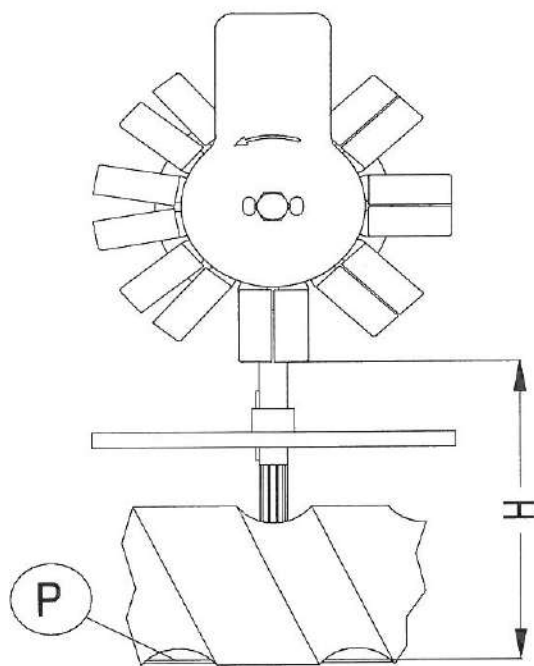

Figure 2
Mesurer matériellement (voir figures 2 , 3 et 4) la hauteur de chaque tourelle et contrôler qu'elle corresponde avec celle visualisée sur la fenêtre de dialogue.
La hauteur du distributeur de capsules est la distance qui existe entre le plan de travail **P** (par exemple le tapis de transport) et la partie inférieure du gobelet de distribution placé en position verticale (figure 2).
**La valeur en hauteur des tourelles pendant le réglage manuel correspond avec celui décrit dans le paragraphe concernant la programmation ( voir figures 2 et 3).**